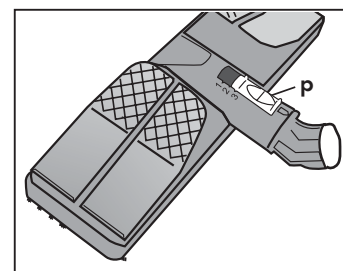

Fig. 13
- llevar la palanca (p) en la posición 1 ASSEMBLING (Fig. 13);